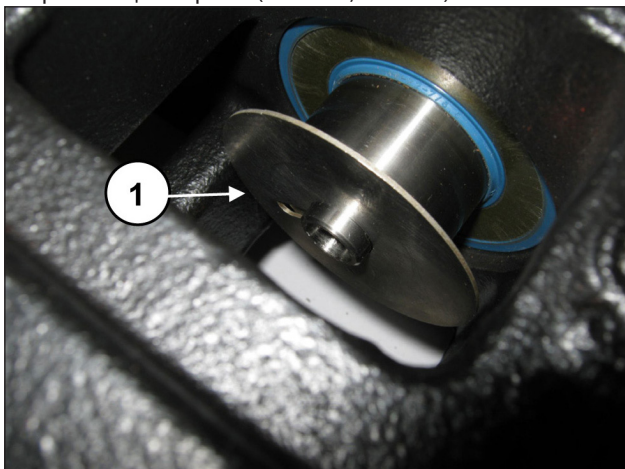

Рис. 156
Выполните повторную сборку в последовательности, противоположной монтажу, описанной в пар. 2.2.6. Поместите брызгоотражательное кольцо в паз на направляющей поршня (поз. ①, Рис. 156).